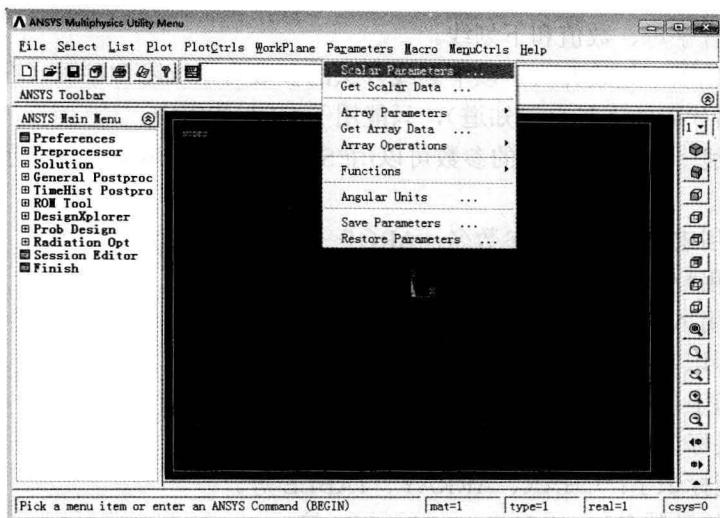
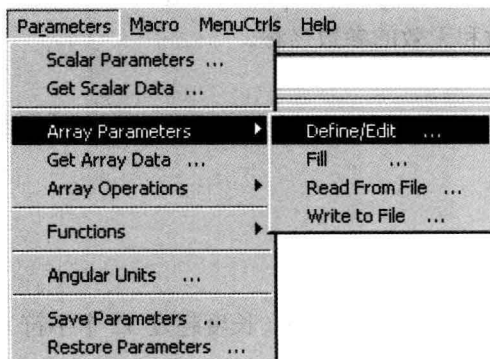
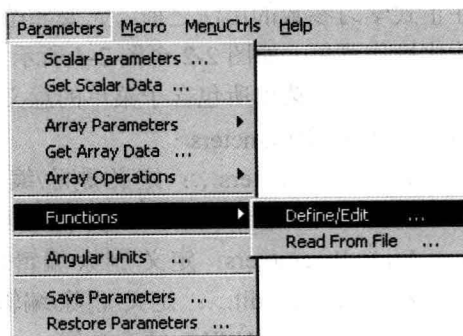

图 2-1 参数化操作菜单
图 2-2 定义/编辑/填充/读入/写出数组与表菜单
图 2-4 自定义函数菜单
在正式学习参数的用法之前，先要熟悉 ANSYS 中与参数相关的菜单系统，如图 2-1 所示为参数化操作菜单，如图 2-2 至图 2-4 所示为参数化操作菜单的下级子菜单。对照各级菜单路径，该参数化操作菜单所包含子菜单的意义与功能如下：
- Array Parameters：定义/删除/编辑数组或表（如图 2-2 所示）。
- Functions: 编辑与读写自定义函数 (如图 2-4 所示)。